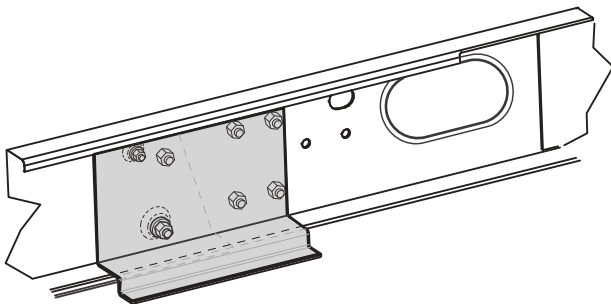

Abb. 19
- Geeignet für Wohnwagen bis 1900 kg - 2000 kg und einem AL-KO M Chassis mit verschiebbaren Holmen (Abb. 19).